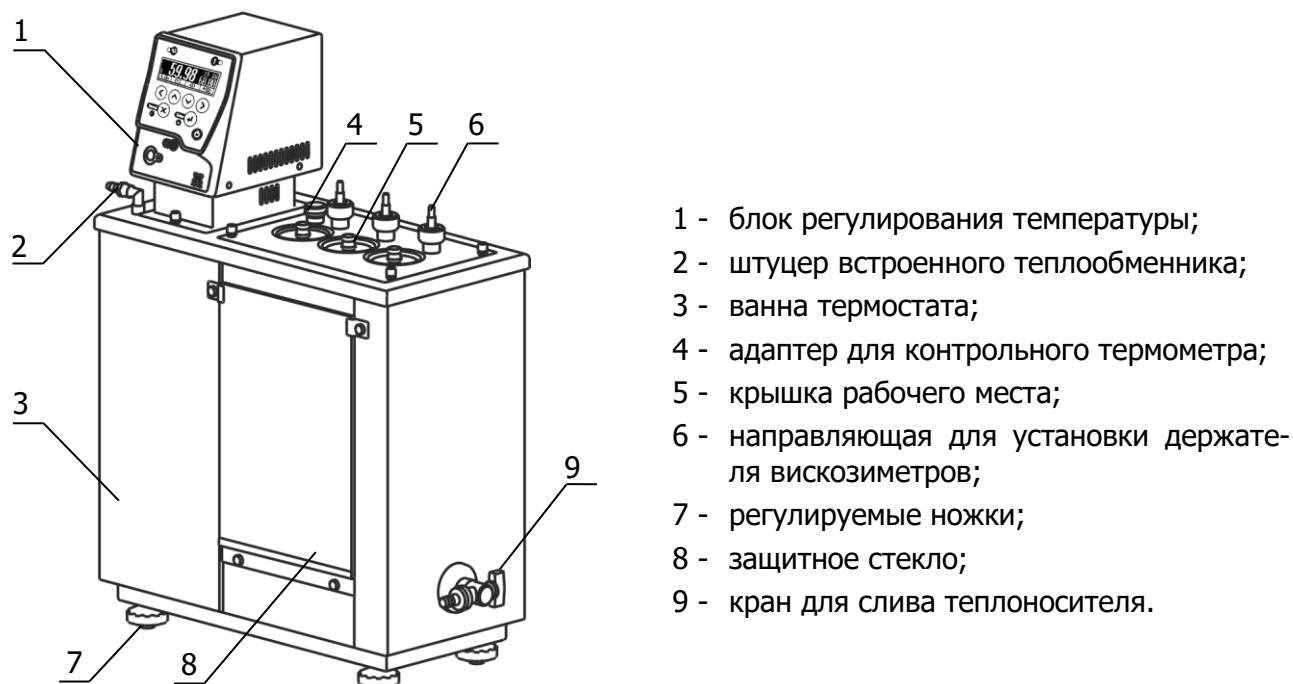
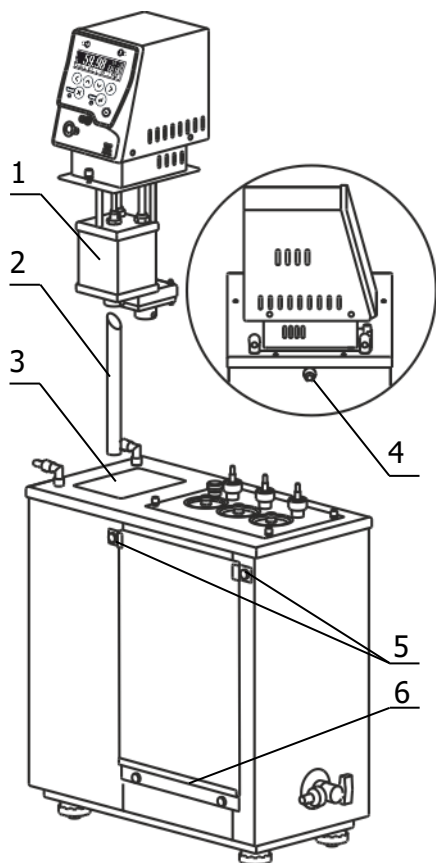

Рисунок 1 — Внешний вид термостата ВИС-Т-09-3
Рисунок 3 — Установка блока регулирования
2.2.2 Установить ванну термостата на горизонтальную поверхность. Добиться горизонтального положения крышки ванны вращением ножек 7 (рисунок 1).
2.2.3 Вставить выходную трубку 2 (рисунок 3) косым срезом до упора в резервуар 1 блока регулирования и зафиксировать ее винтом.
2.2.5 К переливному штуцеру 4 (рисунок 3) присоединить гибкий шланг, второй конец которого опустить в емкость для сбора излишков теплоносителя объемом 1.5–2 литра.
2.2.6 Защитное стекло 8 (рисунок 1), из комплекта поставки термостатов модели ВИС-Т-09, установить в паз нижней прижимной планки 6 (рисунок 3). Ослабить винтовые фиксаторы 5 верхних прижимных планок, отрегулировать положение стекла и затянуть винтовые фиксаторы.
2.2.7 Заполнить ванну термостата теплоносителем через одно из отверстий рабочих мест до момента начала слива теплоносителя из штуцера 4 (рисунок 3). Температурный диапазон применения теплоносителя должен соответствовать значениям, указанным в 1.2.6.
2.2.8 При первом запуске термостата необходимо включить блок регулирования в режиме прокачки в соответствии с документом ТКЛШ 3.222.009-03 РЭ «Блоки регулирования температуры погружные циркуляционные М03, М03М серии МАСТЕР». При работе циркуляционного насоса теплоноситель переливается из рабочей ванны в дополнительную и его уровень в дополнительной ванне понижается. Доливать теплоноситель следует до тех пор, пока он не начнет переливаться через штуцер 4 (рисунок 3).
Причина отсутствия перелива — неправильная работа насоса, вызванная воздушной пробкой, образовавшейся в резервуаре 1 (рисунок 3). Для ее устранения необходимо:
теплообменника. В этом случае необходимо подключить термостат к водопроводной сети или специальному холодильному устройству при помощи шлангов, присоединенных к штуцерам встроенного теплообменника 2 (рисунок 1). Поток охлаждающей жидкости должен быть равномерным и, по возможности, небольшим. Дополнительное охлаждение не требуется, если температура теплоносителя выше температуры окружающей среды более чем на 25 °С.
- использовать крышки 5 (рисунок 1), ограничивающие доступ воздуха к поверхности теплоносителя при выходе термостата на установленную температуру и в промежутках между измерениями;
2.4.2 Надеть сливной шланг из комплекта поставки на кран 9 (рисунок 1) и закрепить его хомутом. Свободный конец шланга опустить в емкость для сбора теплоносителя объемом, превышающим объем термостата.